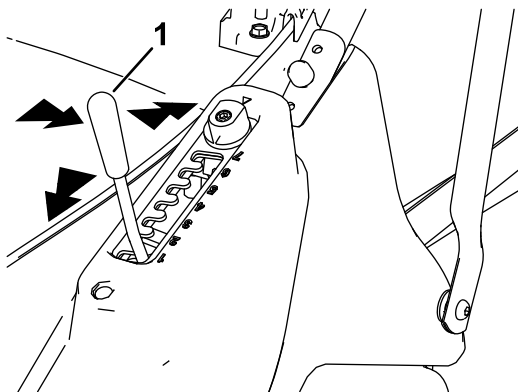

Figura 16
1. Segure a alavanca da altura de corte e puxe-a para os lados para a desengatar da aleta de bloqueio (Figura 16).
2. Empurre a alavanca para a frente para descer ou puxe-a para trás para subir a altura de corte (Figura 16).
3. Solte a alavanca na posição desejada e certifique-se de que bloqueia firmemente em uma das sete aletas (Figura 16).